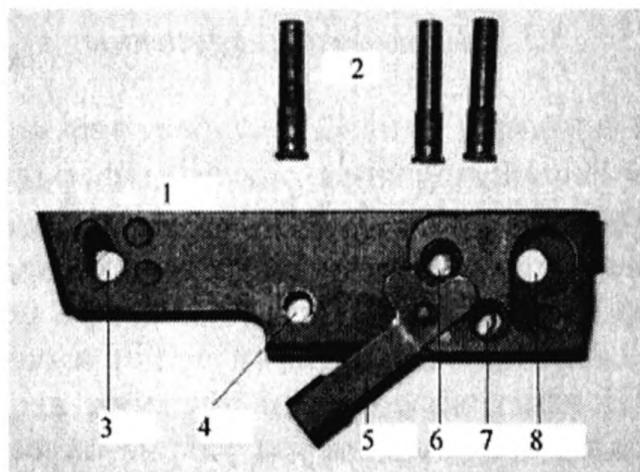

Рис. 22
Корпус (1) служит для соединения всех деталей ударно-спускового механизма в единый узел и представляет собой штампосварную деталь коробчатой формы (рис. 22). В боковых стенках корпуса имеются отверстия под оси (2) ударно-спускового механизма (4, 6, 7) и предохранитель-переводчик (8). В задней части в правой стенке корпуса имеется наклонное отверстие (3), а в левой стенке – наклонный паз для размещения цапф упора боевой пружины. Для фиксации осей ударно-спускового механизма служит запорная планка (5). В нижней стенке корпуса находится окно для спускового крючка.